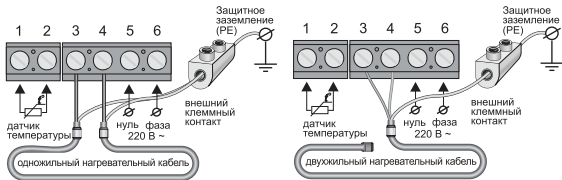

Рис. 3
Выводы нагревательной секции или мата подключаются к терморегулятору следующим образом: белый (коричневый) провод подключается к клемме **3**; голубой (светло-синий) провод подключается к клемме **4**; вывод экранирующей оплетки (желто-зеленый провод) – к линии защитного заземления (PE), через внешний клеммный контакт (рис. 3).